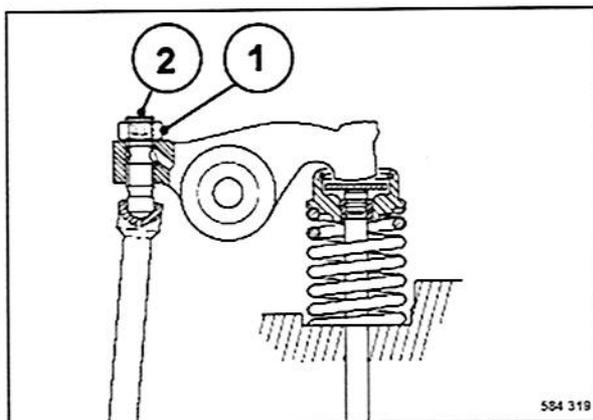

Fig. 166
- Soltar la contratuerca 1 (Fig. 166).
- Sostener el disco del ángulo de giro para que no se puede mover, y apretar la contratuerca 1 (Fig. 166).